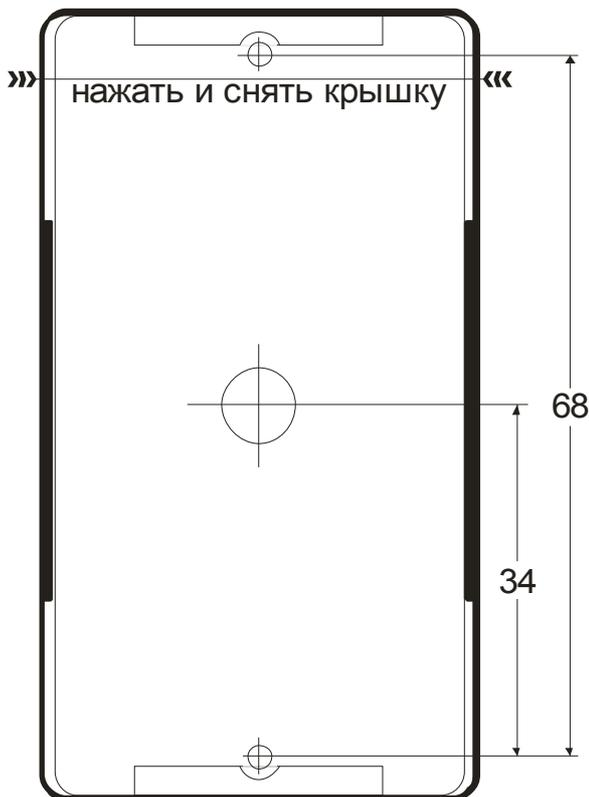

Рис. 1
- Просверлите два отверстия для крепления считывателя.(Рис. 1)
- Просверлите отверстие для кабеля.(Рис. 1)